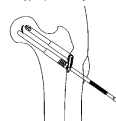
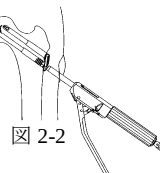

図 2-1
図 2-2
- 抜去器インナーロッドを遠位スライディング SB の後端に取り付け(図 2-1)、抜去器を用いてフックを戻します(図 2-2)。